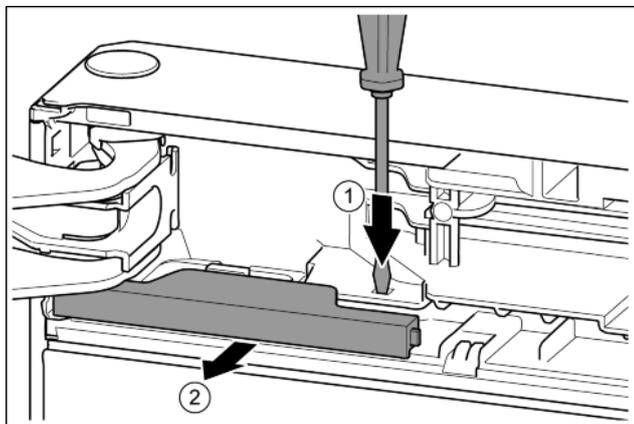

Fig. 9
- Con un cacciavite spingere la linguetta. *Fig. 9 (1)*
- Estrarre la copertura dal bloccaggio. *Fig. 9 (2)*